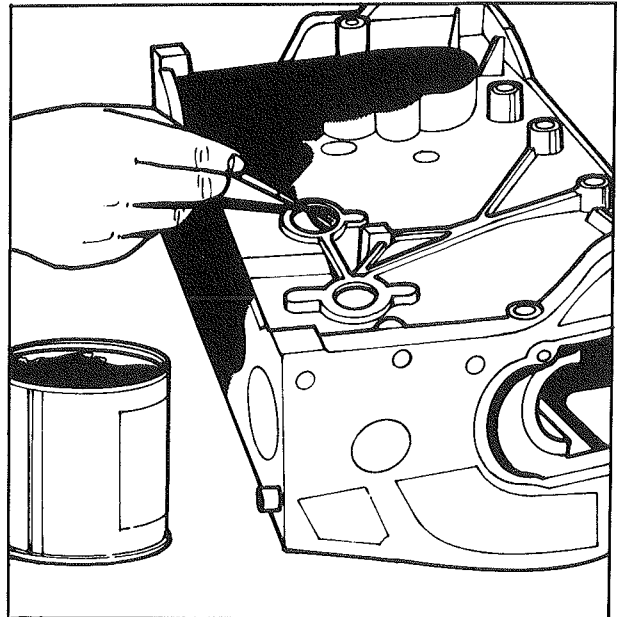

Fig. 3
- Enduire de pâte d'étanchéité (Plastex par exemple) tous les logements à l'exception des bouchons de \varnothing 8,5 et 10 (bouchons des canalisations d'huile) (fig. 3).